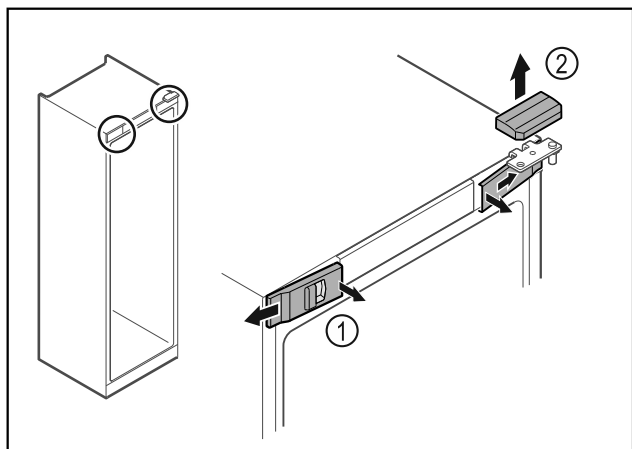

Fig. 14
► Nxirrni nga foleja kapakët mbulues të përpamë Fig. 14 (1) në pjesën e brendshme dhe hiqini nga anash.
► Hiqni kapakun mbulues të sipërm Fig. 14 (2) duke e ngritur lart.